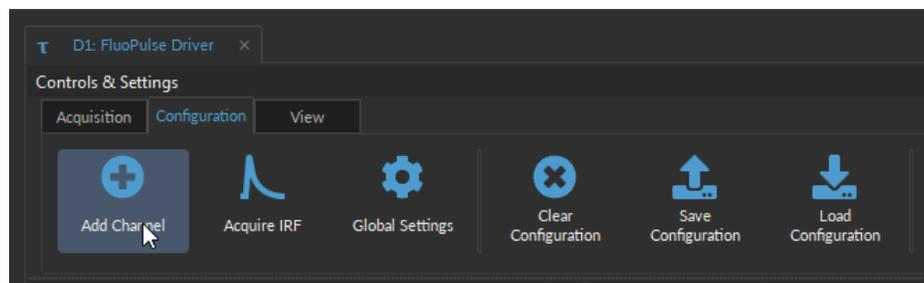

Figure 2.3 – Ajouter un canal pour configurer le système *FluoPulse*
2. Ajouter et configurer un canal de mesure selon le manuel Doric Neuroscience Studio, chapitre 17. En bref, sélectionner le bouton *Add Channel* (Fig. 2.3). Ceci ouvre la fenêtre contextuelle *FluoPulse Configuration* où l'on règle le détecteur, le déclenchement et les options d'ajustement. Spécifier notamment le bon canal laser (E1, E2 ou E3).